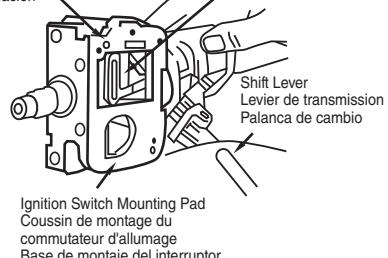

Fig. 5
- C. Position ignition switch park lock dowel pin so it will engage steering column park lock slider linkage (Fig. 5).
- C. Ubique el perno de espiga de seguridad de PARK del interruptor de encendido de manera que enganche el eslabón deslizante de la traba de estacionamiento en la columna de dirección (Fig. 5).